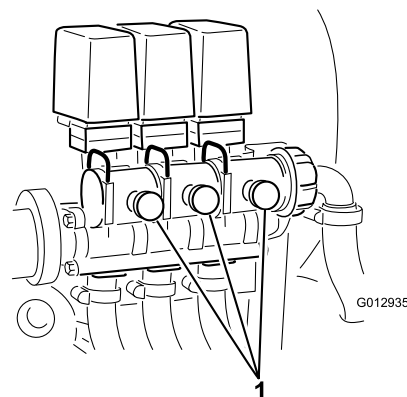

Figura 30
12. Ajuste a válvula de distribuição da rampa (Figura 30) na válvula de controlo da rampa que desligou até a leitura da pressão no manómetro ser idêntica à registada no passo 9.